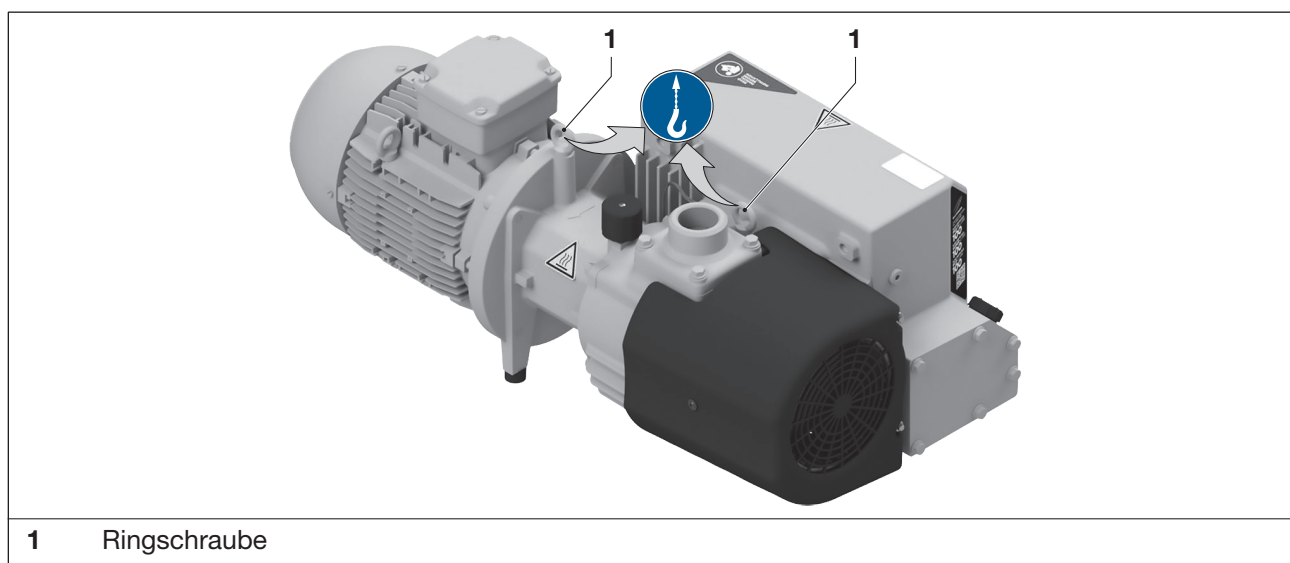

Abb. 1 Lastaufnahmemittel zum Anheben und Transportieren
- b) Die Ringschrauben (Abb. 1/1) fest anziehen.